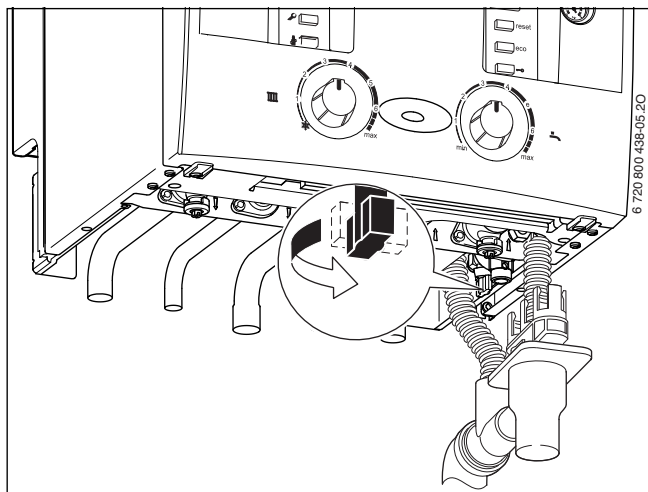

Fig. 5 Robinet de remplissage
- ▶ Ouvrir le robinet de remplissage en dessous de l'appareil (→ fig. 5) et remplir l'installation de chauffage.